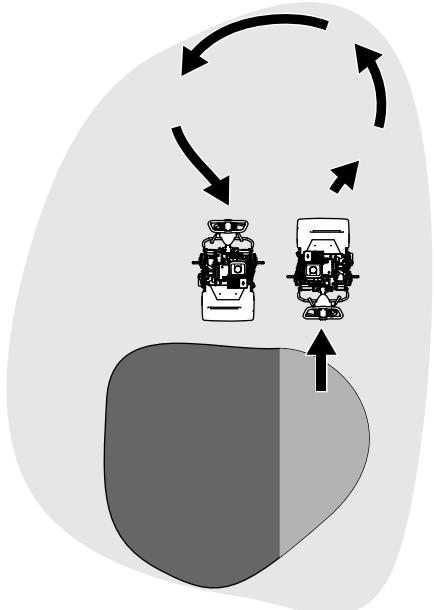

Figure 24
- Faites demi-tour en dehors du green en soulevant le cylindre de coupe (appuyez sur le guidon) et exécutez un demi-tour en « goutte d'eau » sur le tambour de déplacement (Figure 24).
1. Localisez le levier d'engagement sur le boîtier d'engrenages de la transmission (Figure 24).